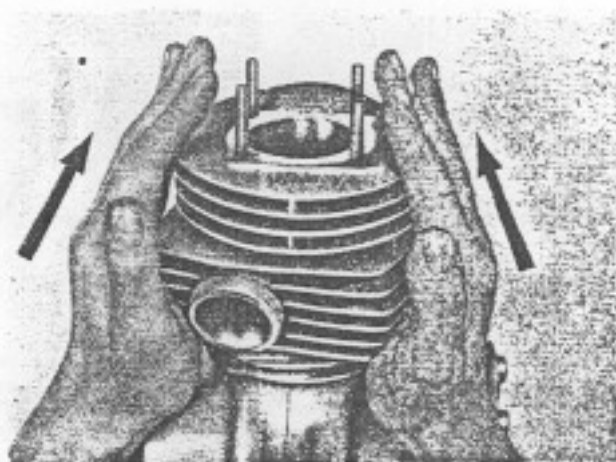

Bild 27. So wird der Zylinder bei RT-Modellen abgenommen
- Zylinder abnehmen (Bild 27). **Achtung**, Fuß- und Deckeldichtung nicht beschädigen! Ein-baulage der Deckeldichtung kennzeichnen!